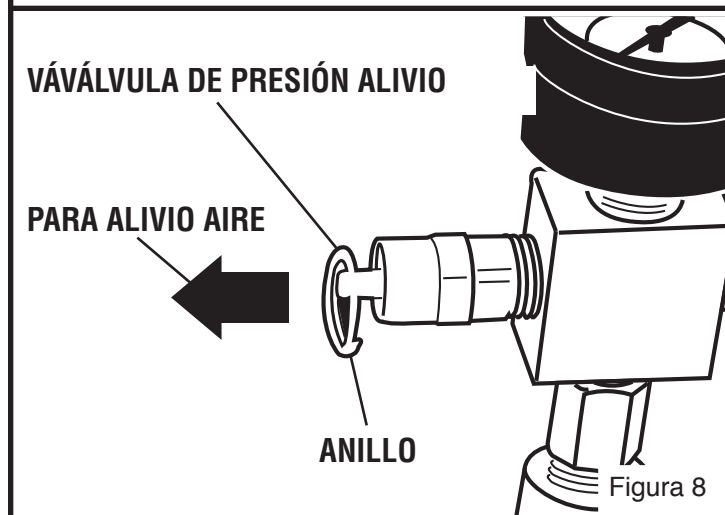

Figura 8
- Incline el tanque cuando mostrado en la figura 8 drene la humedad del tanque, recibéndola en un recipiente adecuado.